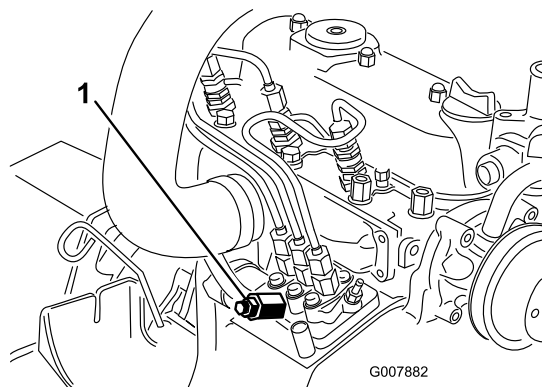

Figure 32
3. Placez un chiffon sous la vis de purge d'air sur la pompe d'injection et ouvrez la vis (Figure 32).